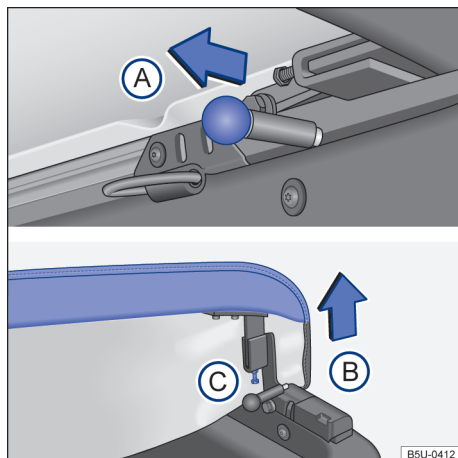
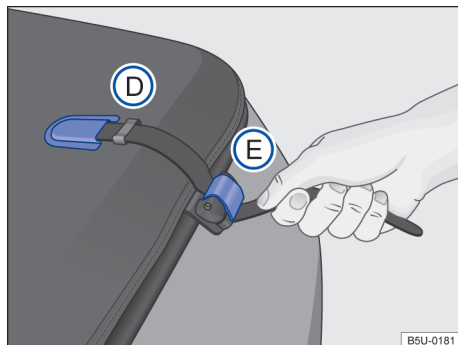

Fig. 64 Travas e parafuso de ajuste do esticamento da capota marítima.
Fig. 65 Fixação da capota marítima.
- Deslocar o pino de travamento → Fig. 64 (A) no sentido da seta, em ambos os lados, simultaneamente. ▶
- Levantar a extremidade da capota no sentido da seta (B).
- Para ajustar o esticamento, soltar a porca e apertar o parafuso ou soltar o parafuso (C), até atingir o esticamento desejado.
- Deslocar o pino de travamento → Fig. 64 (A) no sentido da seta, em ambos os lados, simultaneamente.
- Retirar a extremidade da cinta do alojamento → Fig. 65 (D), nas laterais da capota marítima, e forçar a cinta para baixo, para desbloquear a trava (E).
- Inserir a extremidade das cintas no alojamento (D), para facilitar o recolhimento da capota marítima.